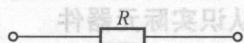

图 1-6 电阻元件的图形符号
(1) 电阻作用——导体阻碍电荷定向移动的现象。
(2) 电阻的性质：①阻流；②耗能。
(3) 电阻元件定义。二端元件，其电压、电流方向总是一致的，其电压、电流大小成代数关系，如图 1-6 所示。